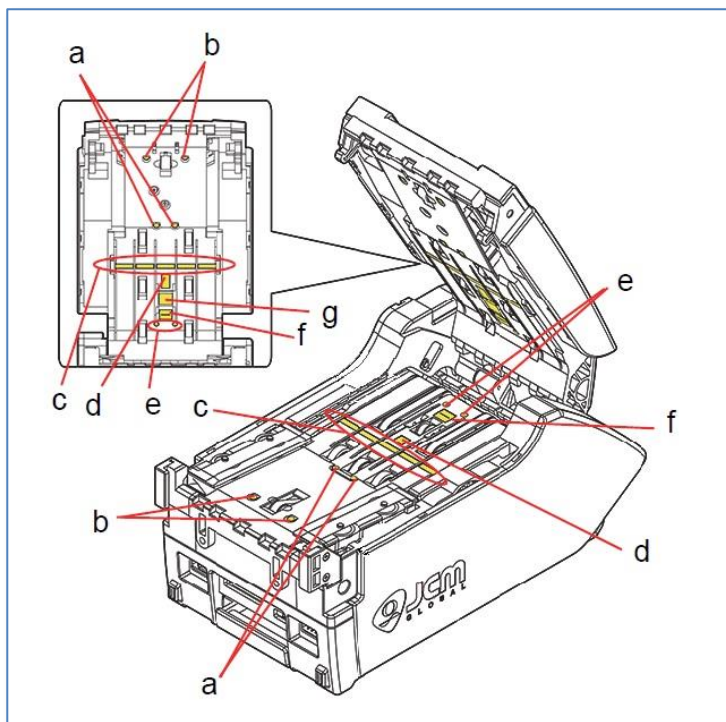

Fig. 5.5.4 – Lettore banconote, posizione sensori
- Pulire il percorso appropriato e la lente di ciascun sensore (Fig. 5.5.4); in particolare sulle lenti usare il getto d'aria e solo successivamente, se non risultassero pulite, il cotton fioc o/e il panno in microfibra.